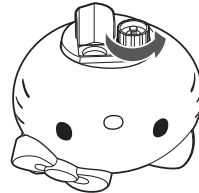

Рис. 3
- Открутите крышку резервуара против часовой стрелки (рис. 3).